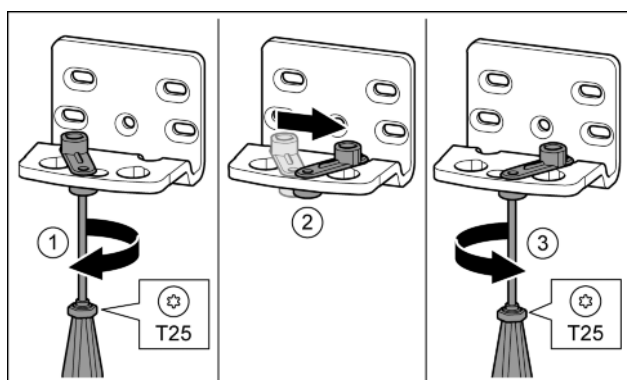

Fig. 12
- ▶ Schroef met de schroevendraaier T25 losdraaien. Fig. 12 (1)
- ▶ Deursluthulp optillen en 90° naar rechts in de opening draaien. Fig. 12 (2)
- ▶ Schroef met schroevendraaier T25 vastschroeven. Fig. 12 (3)